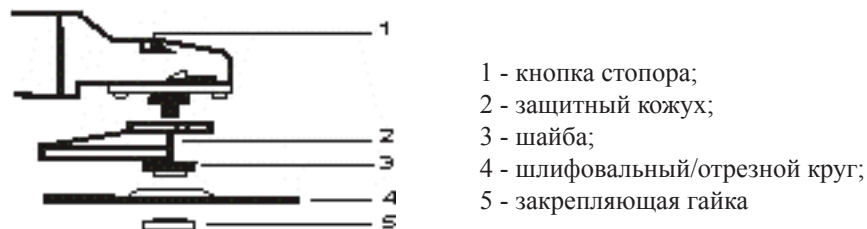

рис. 2
7.1 Для монтажа рабочего круга отключите от сети электрическую вилку шлифмашины. Фиксируя вал нажатием кнопки «1» механизма стопора (рис. 2), смонтируйте круг в соответствии с рис. 2. Для закручивания гайки используйте ключ, имеющийся в комплекте поставки. Не прилагать усилия затяжки более  $3 \text{ кг/м}^2$ . Проверьте вращение шпинделя с кругом (вращение от руки должно быть свободным).
7.3 В случае затруднения демонтажа рабочего круга, во избежание поломки стопора «1» (рис. 2), используйте гаечный ключ для удержа-